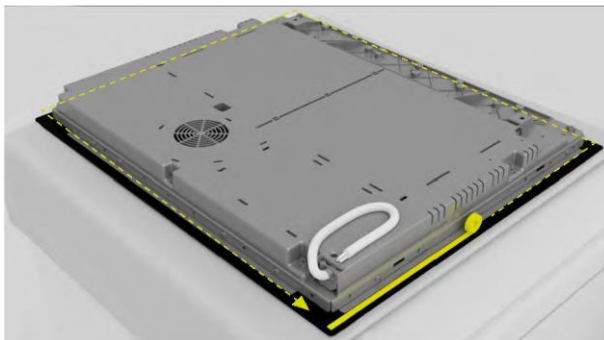

fig. 1
- Înainte de instalare, verificați dacă garnitura plitei este poziționată corect **(fig. 1)**.